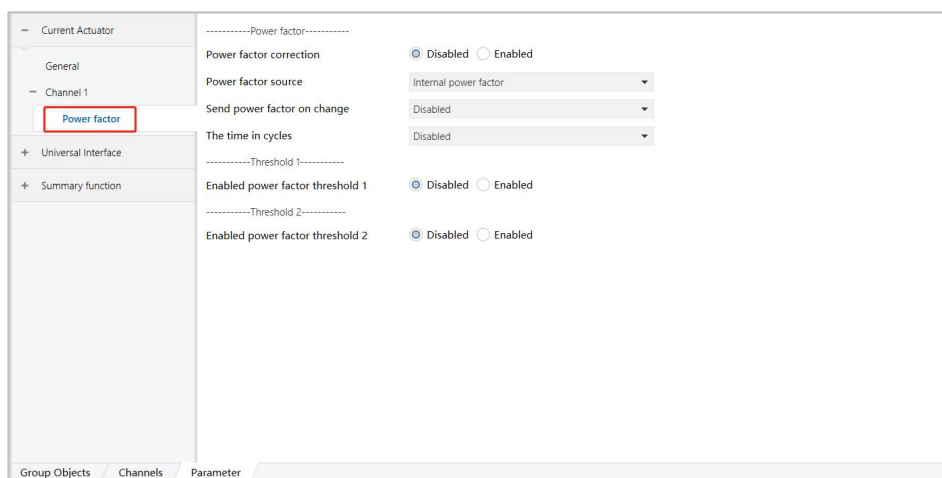

图 6.2.8
2) 单击下述红色方框内的选项，设置参数，下面以 Channel 1 为例，如图 6.2.8